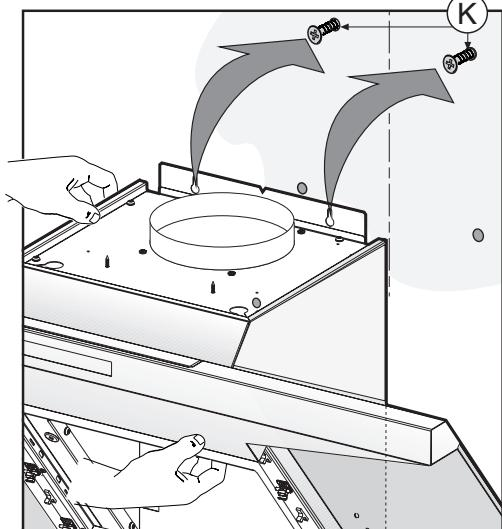

Fig. 7
- Bevestig het apparaat aan de muur, breng het in horizontale stand en draai de schroeven **K** vast (afb. 7).